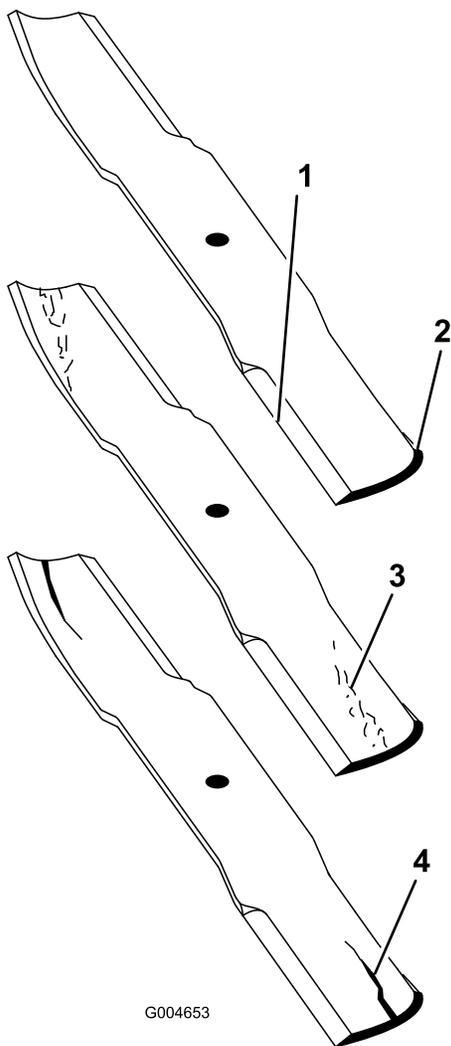

Figura 73
zona (Figura 73), instale inmediatamente una cuchilla nueva.
1. Inspeccione los filos de corte (Figura 73). Si los bordes no están afilados o tienen muescas, retire las cuchillas y afílelas. Consulte Afilado de las cuchillas \(página 40\).
2. Inspeccione las cuchillas, especialmente la parte de la vela (Figura 73). Si observa daños, desgaste o la formación de una ranura en esta